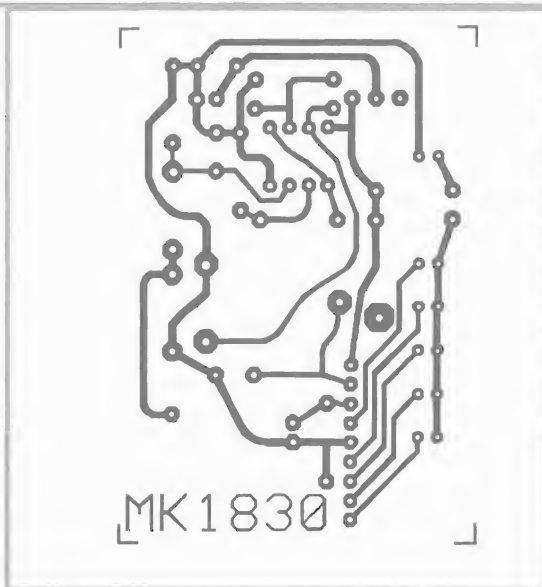

**Figura 5.3. Schema elettrico del rivelatore.**
Il principio di funzionamento del circuito è estremamente intuitivo (vedi Figura 5.3); esso è basato sulle caratteristiche intrinseche di due diodi al germanio, che hanno la capacità di rivelare la presenza di radiofrequenze. Innanzitutto bisogna precisare che il segnale RF emesso da una microspia è di tipo alternato ad alta frequenza (HF) ed è in genere compreso tra 1 e 250 MHz. Tale segnale, una volta captato dall'antenna del nostro misuratore di campo, viene trattato dai due diodi al germanio accennati, che fungono da duplicatore di tensione e trasformato poi, da alternato che era, in segnale di tipo continuo. Questo è affidato al successivo stadio costituito da due amplificatori operazionali, posti in "cascata", con guadagno 50 ciascuno, per un guadagno complessivo di 2500, che corrisponderà ad un livello di tensione dell'ordine dei volts. Ora il segnale è compatibile con le specifiche di funzionamento del circuito integrato usato per la visualizzazione dell'intensità di campo, ma è frapposto ad essi da un potenziometro predisposto per l'esatta taratura, di volta in volta, di tale circuito. Il circuito integrato U2 è essenzialmente un comparatore di livello di soglia, a 5 stadi, con stabilizzatore di tensione interno, comunemente chiamato VU- Meter. Il suo compito è quello di fornire tensione, progressivamente e proporzionalmente all'intensità di campo misurata, ad una serie di 5 LED (significativamente di colore rosso). Il circuito è inoltre dota-